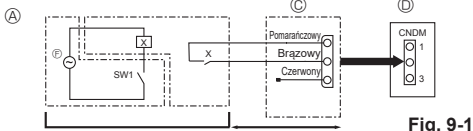

Fig. 9-1
9.1. Tryb pracy cichej (modyfikacja wykonana w miejscu przeznaczenia) (Fig. 9-1)